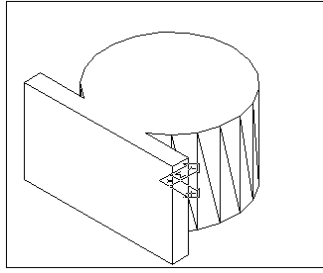

图 18-13
(3) 作长方体。单击  按钮或者在命令行直接输入 `box`。长方体的两个顶点分别设置为 $(70, -52.5, 0)$ 和 $(-70, -67.5, 80)$ 。
(4) 并集处理。单击  按钮或者在命令行直接输入 `union`，合并上述圆柱体和长方体，结果如图 18-13 所示。